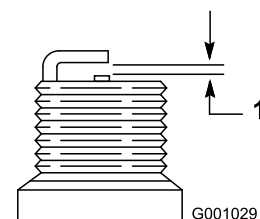

Figura 39
4. Ajuste el espacio entre los electrodos a 0.76 mm (0.030") si la bujía es nueva, como se muestra en la Figura 39.